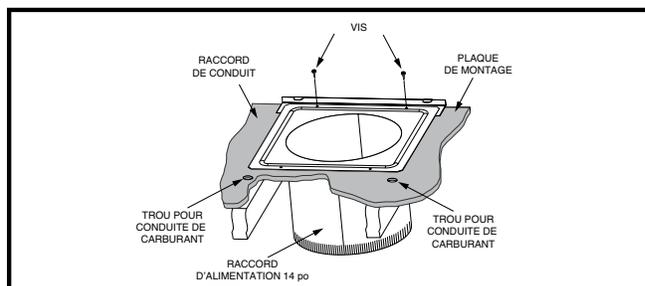

Figure 14. Raccord de conduit circulaire installé
3. Installez la plaque de montage sous la surface arrière du raccord de conduit. Voyez la Figure 14 \(page 8\). **REMARQUE** : Alignez les trous pour vis dans les deux composantes.